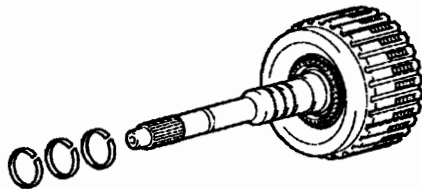
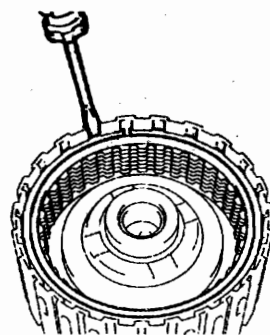

图 12-1-127
图 12-1-128
(11) 如图 12-1-127 所示,从输入轴总成上拆下 3 个油密封环。
(12) 拆卸前进挡多盘离合器盘。
①如图 12-1-128 所示,用螺丝刀拆下孔卡环。